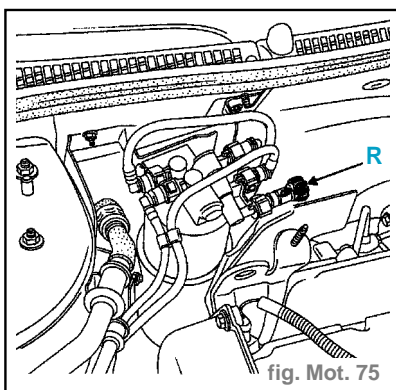

fig. Mot. 75
- fermer le robinet (R) (fig. Mot. 75),
- ouvrir le robinet (R) (le robinet est ouvert lorsque les deux traits de couleur sont alignés).
- Sur le filtre à carburant, au niveau du tuyau de retour vers le réservoir, est implanté un robinet (R). (fig. Mot. 75)
- l'aide du robinet (R) placé sur le filtre à gazole. (fig. Mot. 75)
Important : Sur le filtre à carburant, au niveau du tuyau de retour de gazole vers le réservoir, est implanté un robinet (R). (fig. Mot. 75)
- fermer le robinet (R),